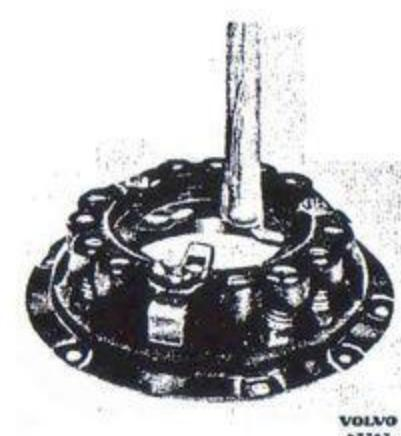

Bild 56. Kontroll av kopplingshåvarmarna.
4. Kontrollera att kopplingshåvarmarna är i sina arbetslägen genom att trycka ned dem ett par gånger med ett hammarskaft e d. Bild 56.